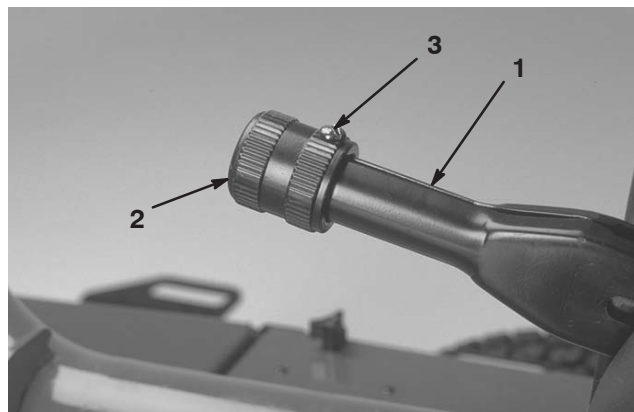

Figure 58
1. Desserrez la vis de fixation du bouton sur le levier du frein de stationnement (Fig. 58).